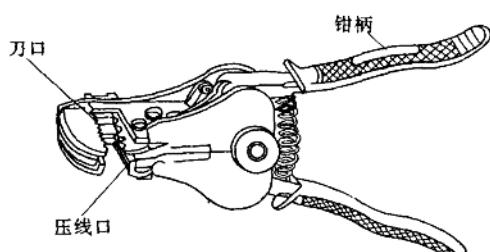

图2-6 剥线钳
(5) 剥线钳 用来剥削截面在 6mm^2 以下的塑料或橡胶电线的绝缘层(图2-6)。由钳头和手柄两部分组成。钳头部分由压线口和切口构成。分有直径为0.5~3mm的多个切口，以适用于不同规格的芯线。使用时，必须将电线放在大于其芯线直径的切口上剥削，否则会切伤芯线。